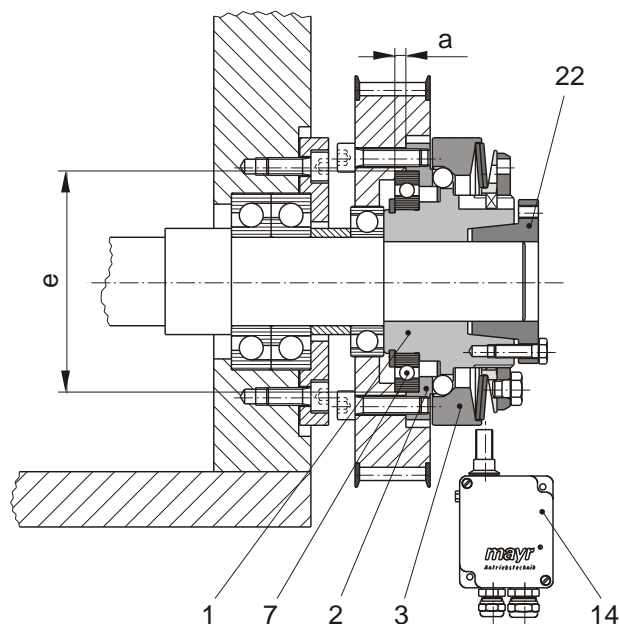

Bild 4
Liegt die resultierende Radialkraft des Abtriebs elements annähernd in der Mitte des Kugellagers (7) und unter der maximal zulässigen Radiallast nach Tabelle 3, kann auf eine zusätzliche Lagerung des Abtriebs elements verzichtet werden. Bei sehr breiten Abtriebs elementen und bei einem Kraftangriff der resultierenden Radialkraft außerhalb der Lagermitte wird das Abtriebs element zusätzlich auf der Welle gelagert, Bild 4.
Es ist darauf zu achten, dass die Lagerung des Abtriebs elements als Festlager (Bild 4) ausgeführt wird.